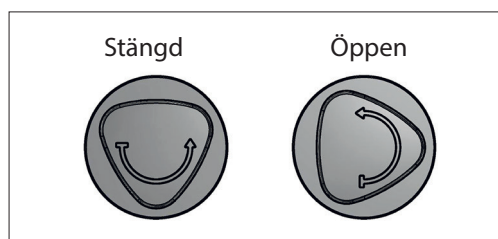
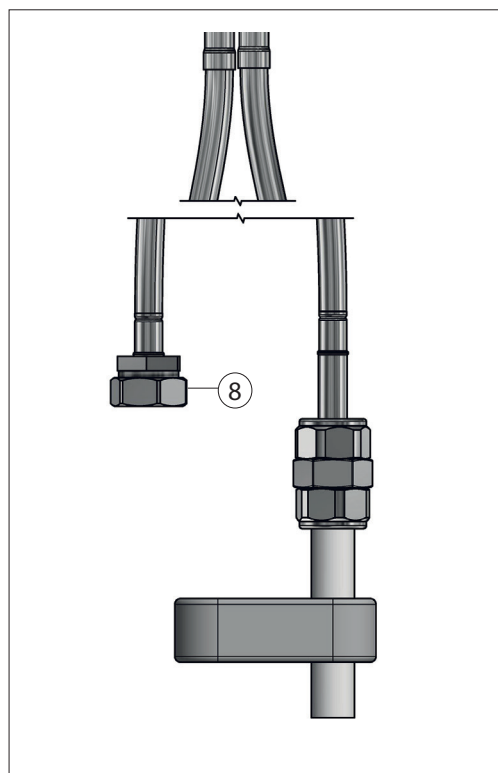

Bild 2
Bild 3
- Demontera mutter (3).
- Trä på en av de två packningarna (2).
- För ner avstängningsventilen (1) i hålet.
- Trä på undre packning (2) och mutter (3) underifrån, skruva åt löst.
- Tryck på vredet (4). Justera hela avstängningsventilen (1) i önskad position, se bild 2. Avstängningen levereras i stängt läge. Skruva åt muttern (3) ordentligt så att avstängningen sitter stadigt.
- Anslut inkommande vatten till 10 mm slät ända (5). Stödhylsa krävs ej.
- Anslut disk- eller tvättmaskin till G15 (6).
- OBS! Röret (Cu/Pex) klamras **under** kopplingen (7).
- ⚠** Obs. Vid borttagning av disk- eller tvättmaskin måste avstängningens anslutning proppas med ett lock G15 (8), se bild 3.